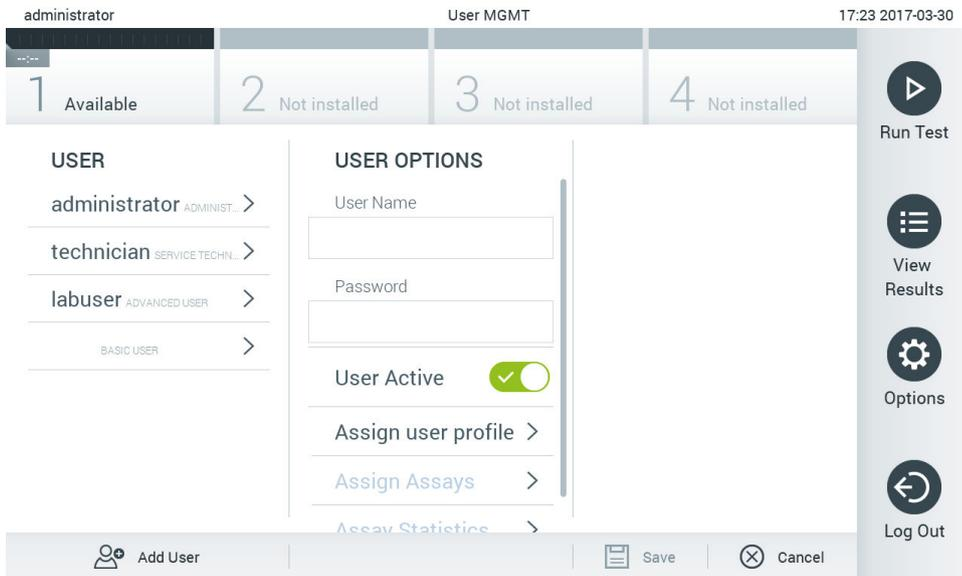

Abbildung 64. Hinzufügen eines neuen Benutzers.
1. Drücken Sie auf die Schaltfläche Options (Optionen) und dann auf die Schaltfläche User Management (Benutzerverwaltung), um Benutzer zu konfigurieren. Im Inhaltsbereich der Anzeige wird der Bildschirm User Management (Benutzerverwaltung) angezeigt (Abbildung 64).